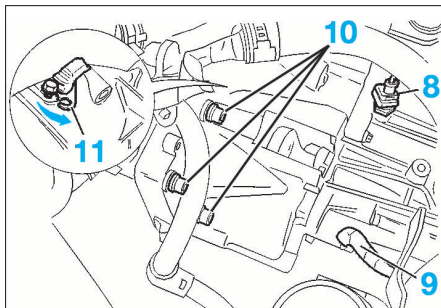
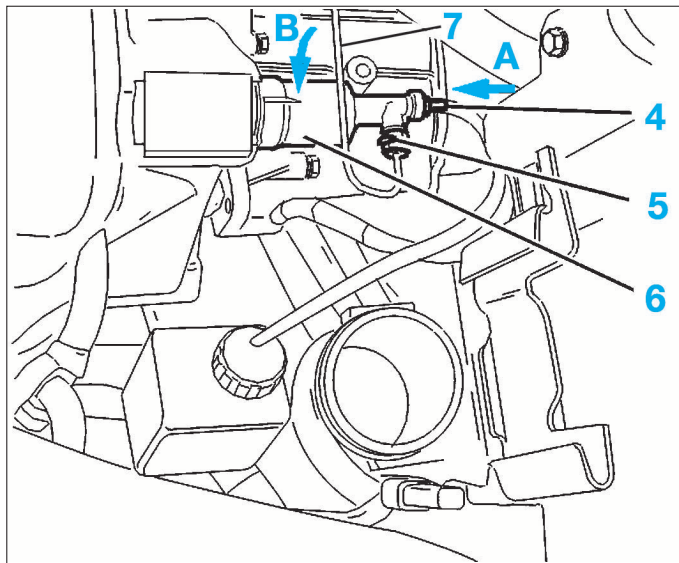

FIG. 6
FIG. 5
- Ouvrir la vis de purge (4) (Fig.5) du récepteur d'embrayage afin de vidanger le circuit hydraulique.
- l'agrafe (5) sans la déposer.
- la canalisation hydraulique (7).
- Déverrouiller le récepteur d'embrayage (6) en appuyant suivant la flèche (A) et en déverrouillant suivant la flèche (B) (sens antihoraire).
- Débrancher le connecteur (8) (Fig.6) du contacteur de marche arrière.